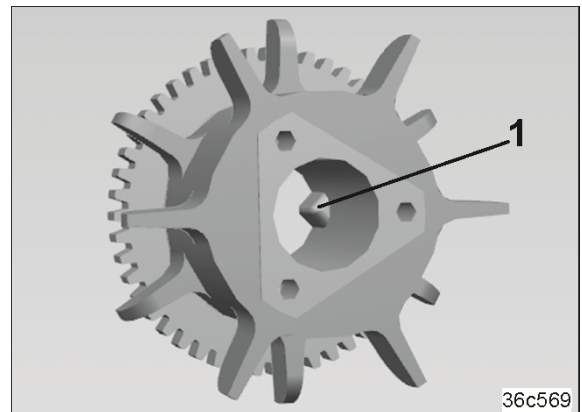

Рис. 231
9. Снимите трехгранные захваты (Рис. 231/1) высевающих катушек для бобовых у тех катушек, которые в дальнейшем должны быть отключены для создания технологических колеи.
Трехгранные захваты (Рис. 231/1) других высевающих катушек для бобовых зацепляются за паз высевающего вала.